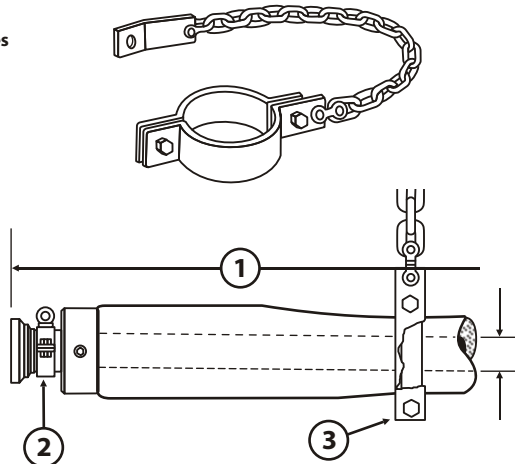

Fig. 5
G. Colares de segurança (Fig. 5):
G. Collares de seguridad (Fig. 5):